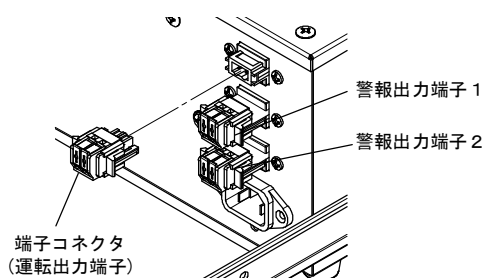

図 10 運転、警報出力線接続
運転出力：運転時は、運転出力端子へ接点出力（無電圧 a 接点）しますので、外部電源、ランプなどにより運転監視回路を設けることができます。（図 10）
警報出力：警報出力時は警報出力端子 1、または 2 へ接点出力（無電圧 a 接点）されますので、外部電源、ランプ、ブザーなどにより警報回路を設けることができます。（図 10）
- ①接続する端子コネクタを本体から取外してください。（図 10）